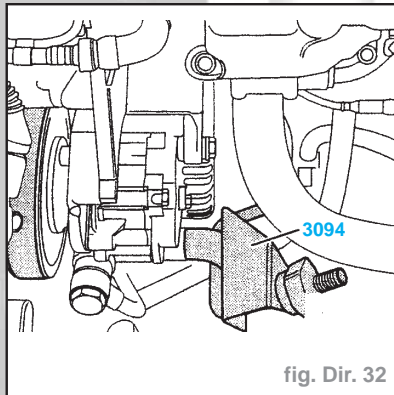
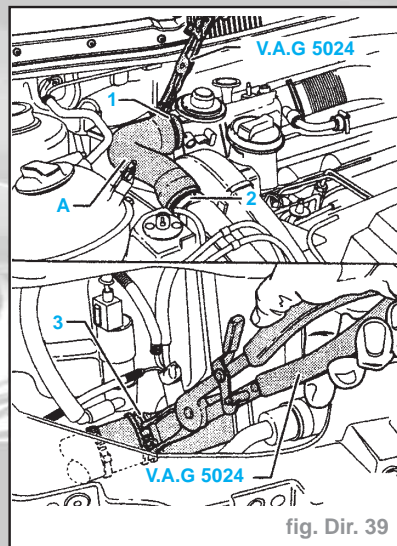

fig. Dir. 32
fig. Dir. 39
- Étrangler la conduite d'aspiration à l'aide de la pince pour flexible **3094** (fig. Dir. 32).
- Détacher les colliers à lame-ressort (1),
- (2) et (3) (fig. Dir. 39).
- Déposer le flexible d'aspiration (A) et le tuyau d'aspiration.
- Etrangler le flexible d'aspiration avec les pinces pour flexibles 3094 (fig. Dir. 32).
- Ouvrir le collier à lame-ressort (3) et débrancher le flexible d'aspiration (fig. Dir. 39).